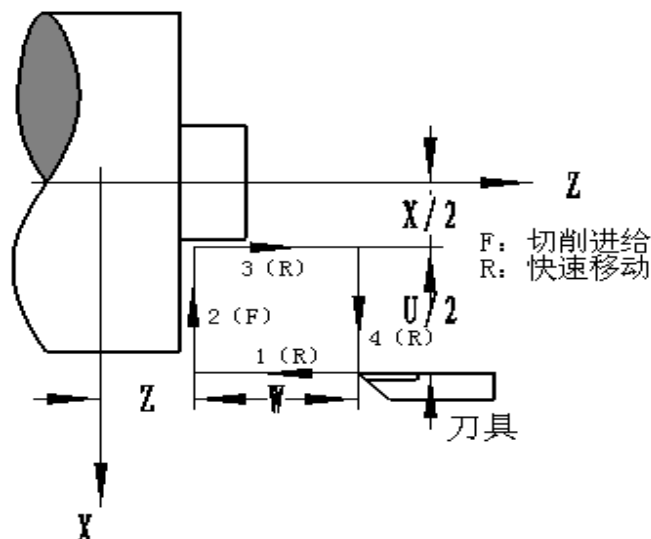
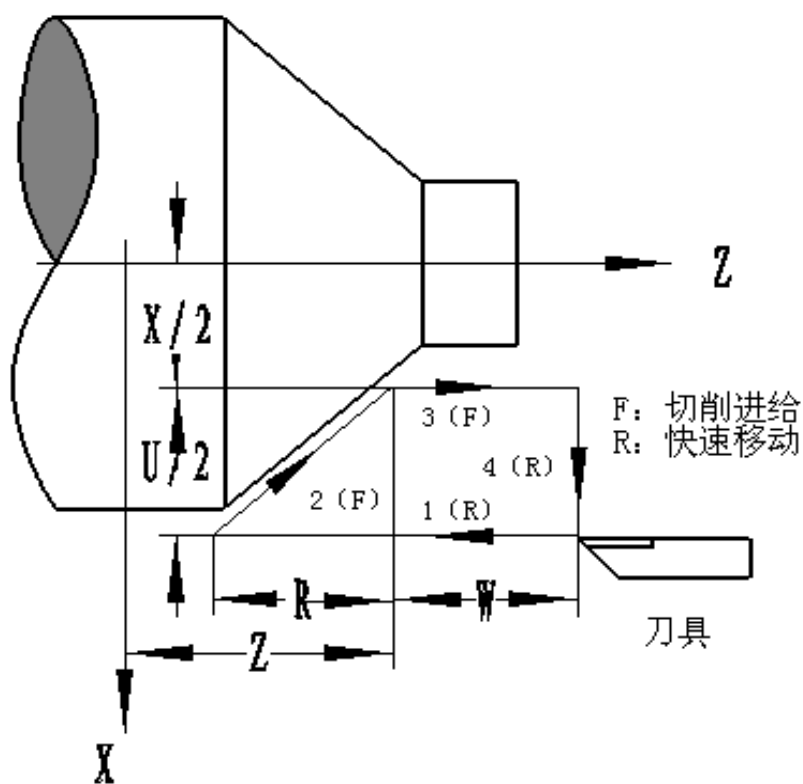

图 2-18
图 2-19
功能说明: G94 指令可实现端面以及锥度端面的单一循环加工, 循环完毕后刀具返回起刀点位置 (轨迹 1 的起点), 如图 2-18 和图 2-19。图中 (F) 线段表示切削进给, (R) 线段表示快速移动。
**G94 X (U) \_Z(W)\_F\_;**